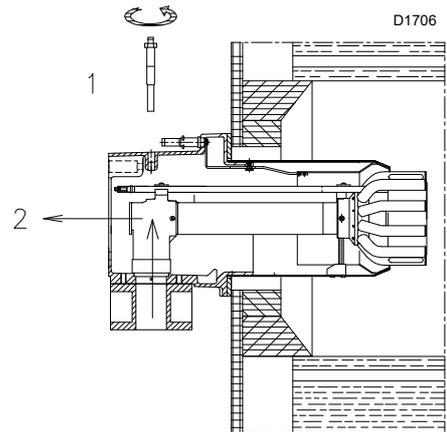

Abb. 13
- die Schraube 1)(Abb. 13) entfernt werden;
- der interne Teil 2)(Abb. 13) des Kopfs herausgezogen und die entsprechende Einstellung vorgenommen werden.
An dieser Stelle der Installation ist der Flammkopf am Kessel wie in Abb. 13 angebracht. Seine Einstellung ist somit äußerst einfach, die allein von der Höchstleistung des Brenners abhängig ist.